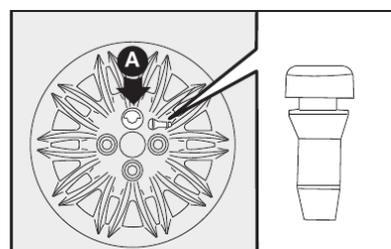

fig. 15
- Colocar a calota cuidando para que o símbolo ◀, na parte interna, fique em correspondência com a válvula, e dessa maneira o furo maior da calota **A-fig. 15** passe pelo parafuso já fixado.